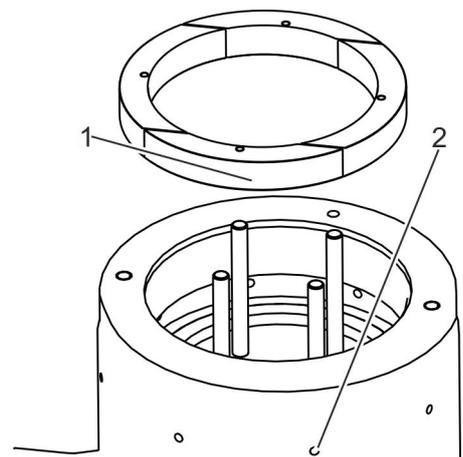

Abb. 9: Segmente entfernen
6. Segmente (Abb. 9/1) durch äußere Ausstoßbohrungen (Abb. 9/2) mit Splintaustreibwerkzeug nach innen schlagen.
7. Segmente (Abb. 9/1) entnehmen.